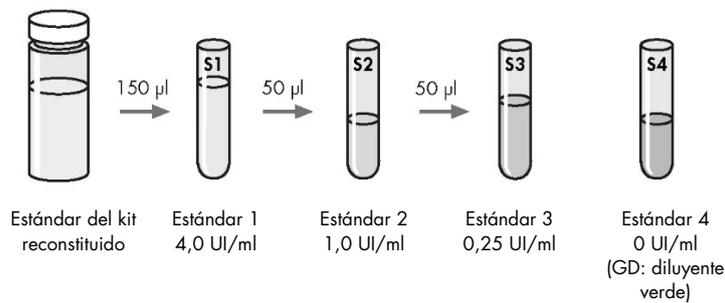

Ilustración 2. Preparación de la curva del estándar
Utilice el estándar del kit reconstituido para obtener una serie de 2 diluciones y luego una serie de 4 diluciones de IFN- γ en diluyente verde (GD) (consulte la ilustración 2). El S1 (estándar 1) contiene 4,0 UI/ml, el S2 (estándar 2) contiene 1,0 UI/ml, el S3 (estándar 3) contiene 0,25 UI/ml y el S4 (estándar 4) contiene 0 UI/ml (solamente GD). Los estándares deben analizarse por duplicado. Prepare diluciones nuevas del estándar del kit para cada ensayo ELISA.